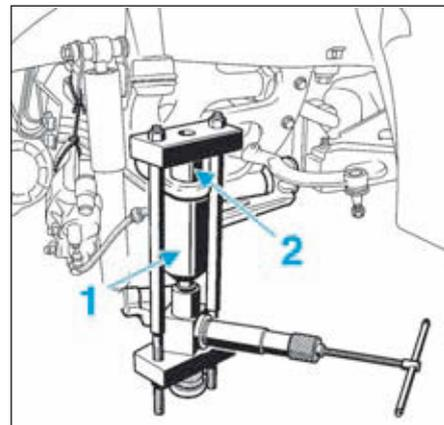

FIG.21
- Monter l'outil de dépose de la rotule [2] équipé du cylindre (1) et de la bague (2) (Fig.21). Puis agir sur le vérin pour déposer la rotule.